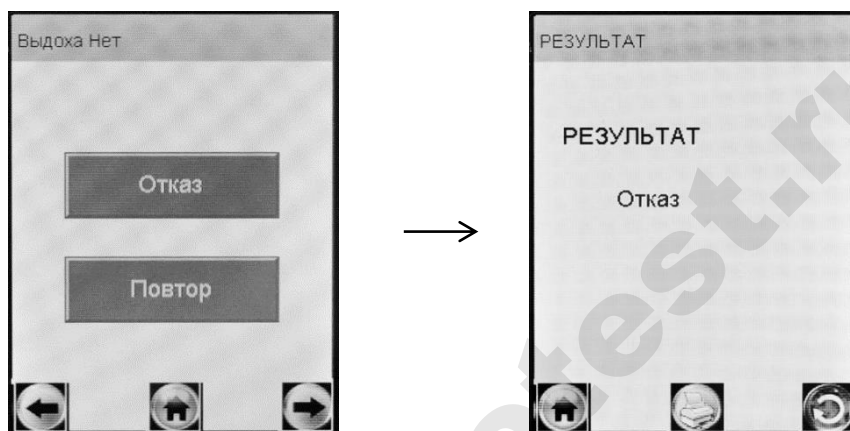

Рисунок 22 – Результат «Отказ от измерения»
2.10.1 Если при выполнении 2.8.11 настоящего РЭ выдох не был сделан своевременно, то окно готовности к отбору пробы «Дуйте» сменится окном «**Выдоха нет**» (рисунок 22, слева).
В случае отказа обследуемого от проведения измерения (обследуемый отказывается делать выдох) в анализаторе предусмотрена возможность прервать процедуру измерения, зафиксировав при этом факт отказа от измерения. Для этого нажмите на виртуальную кнопку **«Отказ»** – на экране появится сообщение об отказе от измерения (рисунок 22, справа).